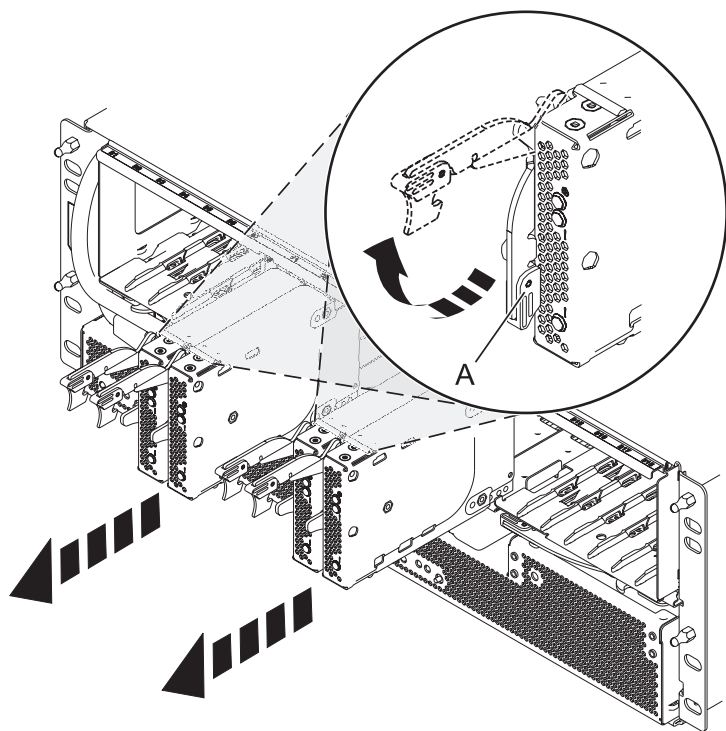

Figura 81. Extracció de la targeta de ports de la placa posterior
5. Traieu les targetes de port i els panells de reblliment com es mostra a la Figura 81 a la pàgina 117.
- a. Agafeu l'extrem de la nansa de tancament (A) i estireu-la en direcció al cos per desbloquejar la targeta de ports.